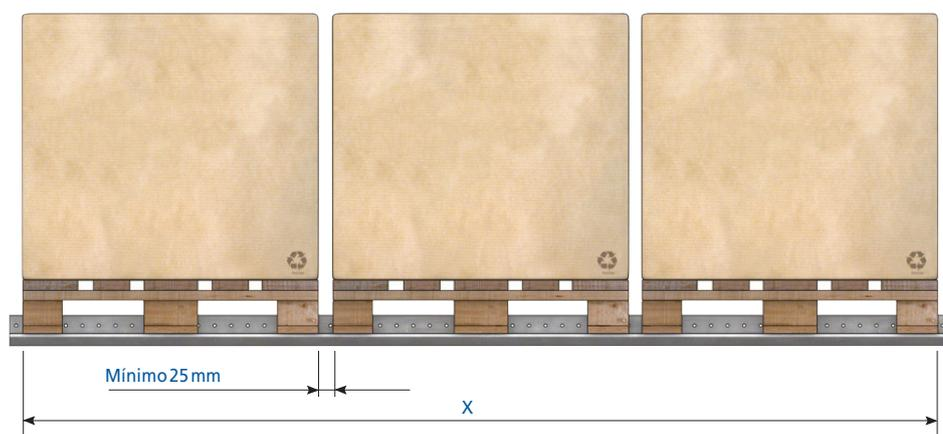

Figura 4
- X: soma da profundidade de todas as paletes (tem de se ter em conta a medida da carga se esta sobressair), mais uma folga por unidade de carga de pelo menos 25 mm (figura 4).
Para as folgas de profundidade deverá utilizar-se o mesmo critério adoptado para o carril GP7 (figura 4).